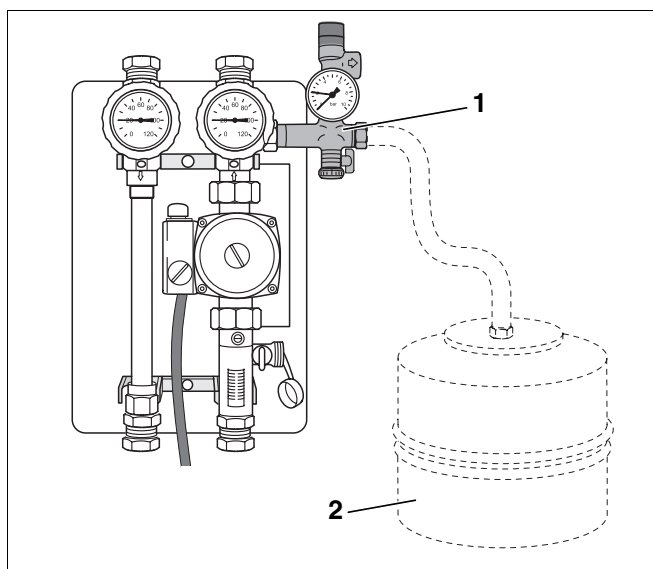

Fig. 8 Ligar o vaso de expansão
Poderá encomendar um vaso de expansão (Fig. 8, **Item 2**) separadamente (acessório).
- ▶ Ligue o MAG (Fig. 8, **Item 2**) no retorno da água no grupo de segurança (Fig. 8, **Item 1**) da estação solar.
- ▶ Monte o MAG (Fig. 8, **Item 2**) com o respectivo material de fixação.